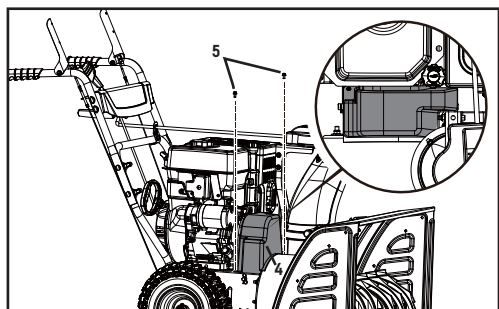

Figure 32
1. Enlevez le couvercle en plastique de la courroie (4) sur le devant du moteur en enlevant 2 boulons M6 × 16 (5) (figure 32).